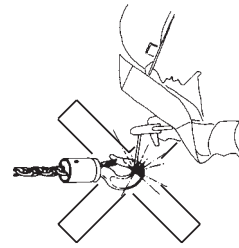

Fig. 3
- La catena di carico non deve mai essere utilizzata come massa durante operazioni di saldatura (Fig. 3);